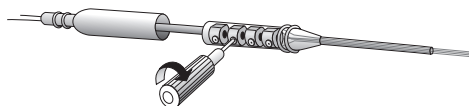

Figure 15. Serrer les vis de fixation.
4. Serrer les quatre vis de fixation dans le sens des aiguilles d'une montre avec le tournevis dynamométrique avant de tester la stimulation (Figure 15). Serrer les vis de fixation jusqu'au déclic du tournevis dynamométrique.